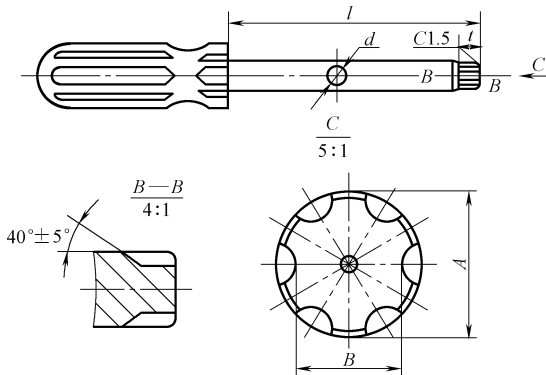

图 1-3 内六角螺钉旋具
3) 内六角螺钉旋具如图 1-3 所示, 其规格见表 1-4。